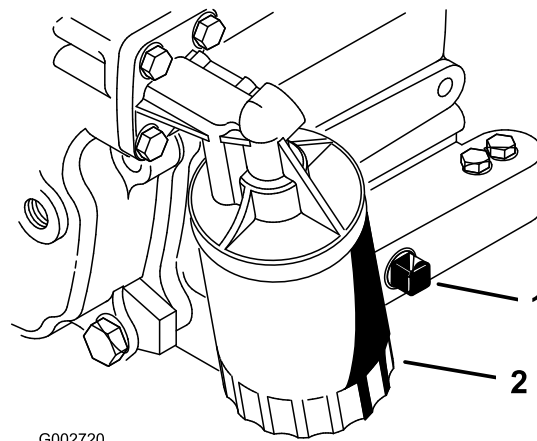

Figura 25
2. Retire el tapón de vaciado (Figura 25) y deje fluir el aceite a un recipiente apropiado. Cuando el aceite deje de fluir, coloque el tapón de vaciado.
3. Retire el filtro de aceite (Figura 25). Aplique una capa ligera de aceite limpio a la junta del filtro nuevo.